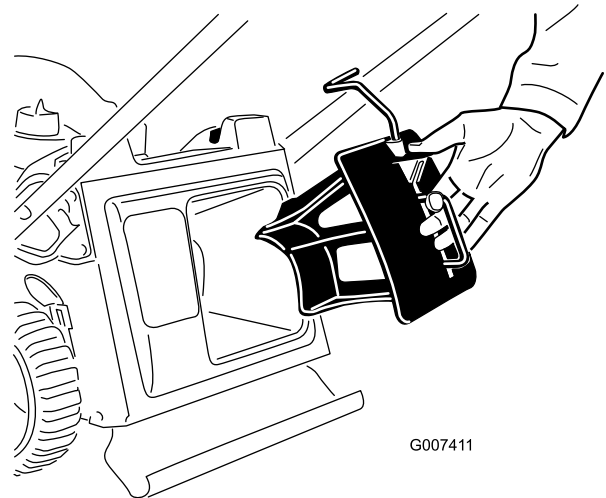

Figura 9
1. Introduzca el tapón de mulching en la máquina, si no está instalado ya (Figura 9).